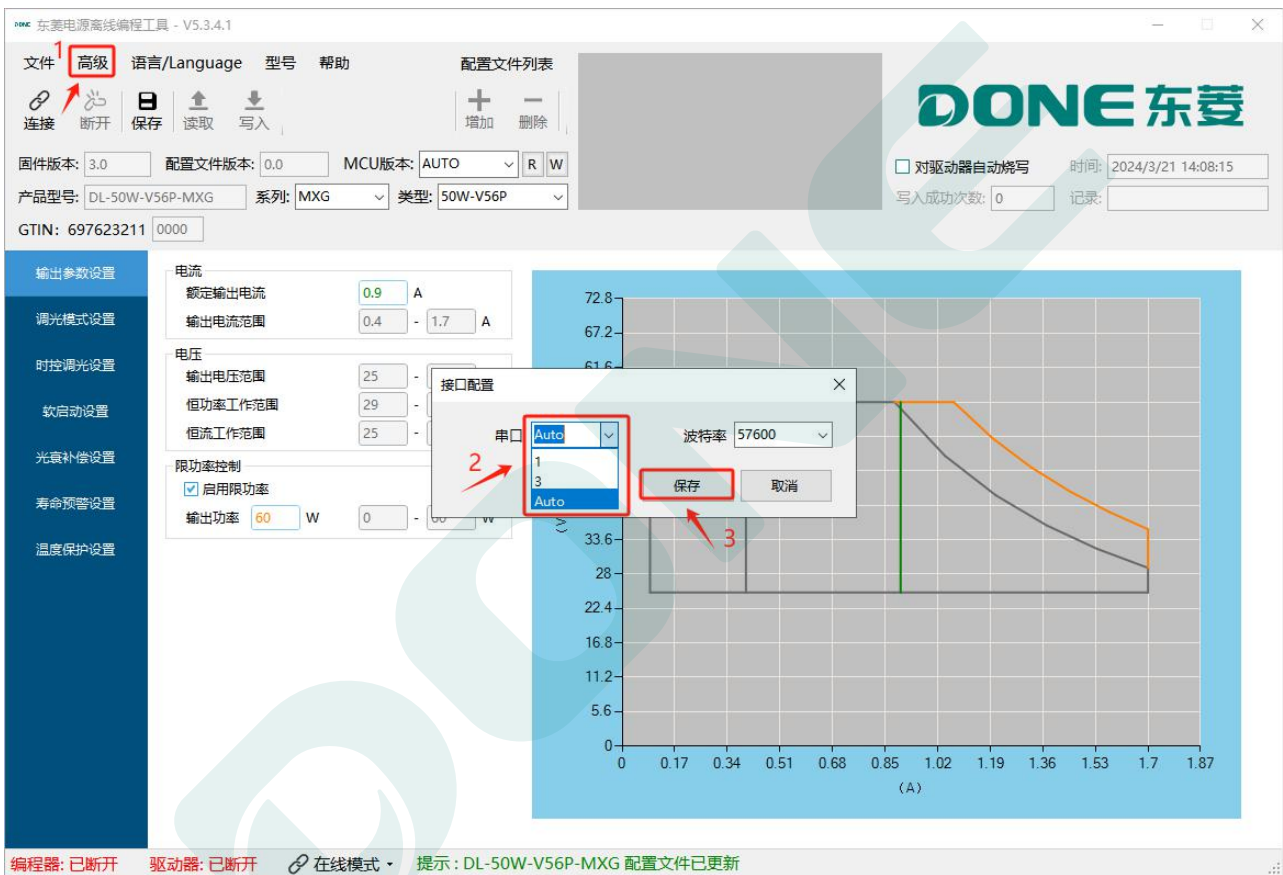

图 5.1.4 接口配置
**操作步骤：**点击界面“高级”选项，然后会出现接口配置的弹窗，选择串口号，波特率一般默认为57600，最后点击“保存”，如图5.1.4所示。